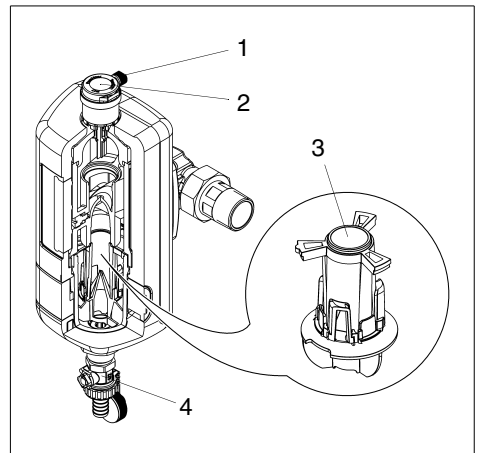

Abb. 5: Zentrifugalabscheider
- Im Auslieferungszustand ist die Verschlusskappe (1) am Ausgang des Schnellentlüfters (2) eine Umdrehung geöffnet, um ein ungehindertes Entweichen der Luft zu gewährleisten (siehe Abb. 5).
Durch den Einbaudrehflansch strömt Heizungswasser in den Magnetitfilter. Die im Heizungswasser befindlichen Schmutzpartikel werden durch den Strömungsteiler (3) in Rotation versetzt und wie in einer Zentrifuge nach außen getragen (siehe Abb. 5). Dort angekommen, sinken sie an der Innenwand des Gehäuses ab. Die Schmutzpartikel werden am Kartuschenboden angereichert und müssen in vorgegebenen Zyklen über den Kugelhahn (4) ausgespült werden (siehe Kapitel „Spülen des Magnetitfilters“ und „Spülintervall“). Die im Heizungswasser vorhandenen Gase werden in der oberen Gehäusekammer gesammelt und über den integrierten Schnellentlüfter abgeführt.